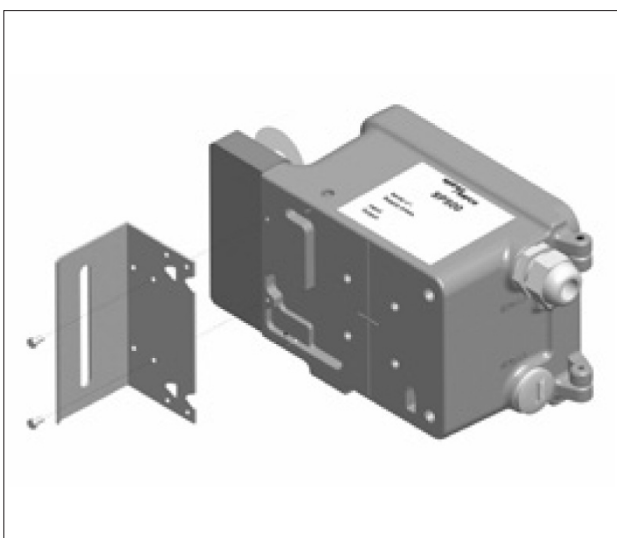

Bild 11
5. Schutzplatte an die Rückseite des Stellsreglers befestigen, siehe Bild 11 und 12.